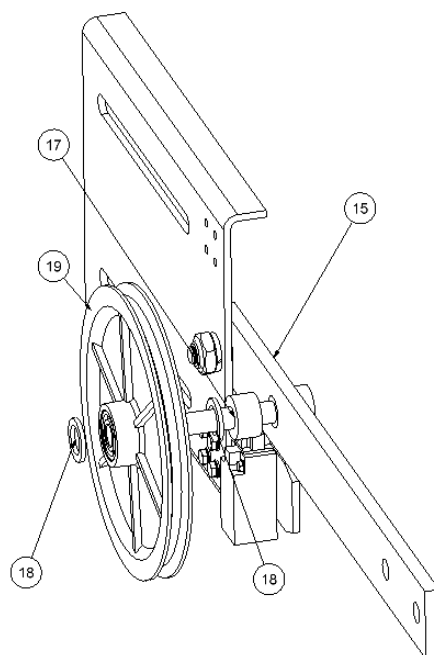

Figure 3
Introduire une autre bague en nylon (18). *Figure 3*